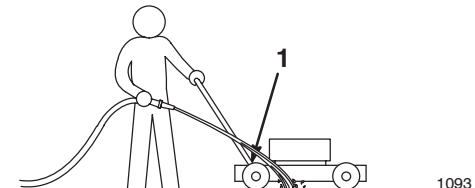

Figure 23
3. Tenez le tuyau d'arrosage à hauteur du guidon et dirigez le jet d'eau vers le sol, juste devant la roue arrière droite (Fig. 23).